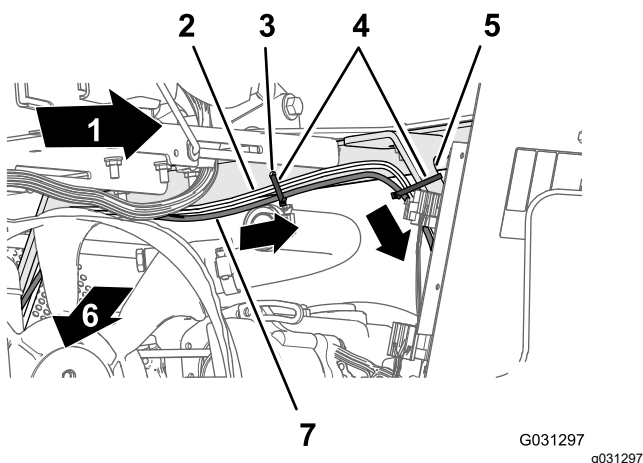
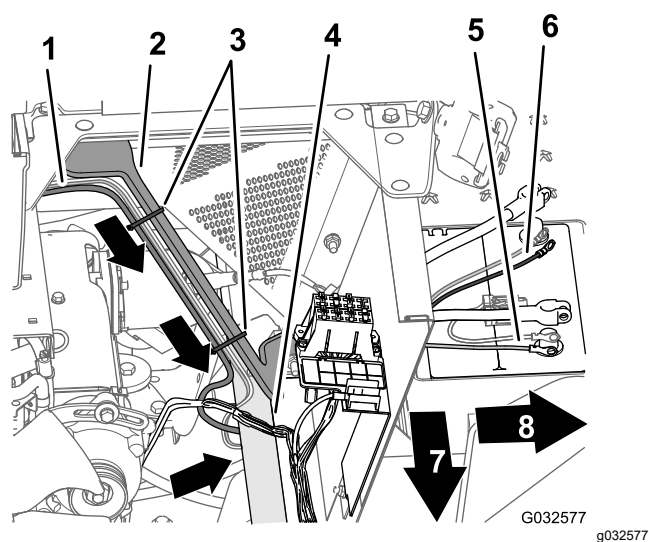

Рисунок 146
Рисунок 147
3. Проложите ответвление питания длиной 270,5 см вдоль левой опоры кожуха двигателя и под левой трубой рамы (Рисунок 146),
4. Прикрепите жгут проводов к отверстию в угловой части опоры сиденья и опоре кожуха двигателя с помощью трех кабельных стяжек (Рисунок 146 и Рисунок 147).
5. Проложите ответвление длиной 220 см с предохранителем на 10 А и положительной/отрицательной круглыми клеммами жгута электропроводов для системы навигации к верхней части аккумулятора (Рисунок 147).